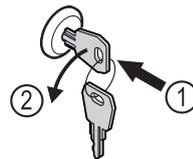

Fig. 159
- ▶ Schlüssel hineindrücken. Fig. 159 (1)
- ▶ Schlüssel um 90° gegen den Uhrzeigersinn drehen. Fig. 159 (2)